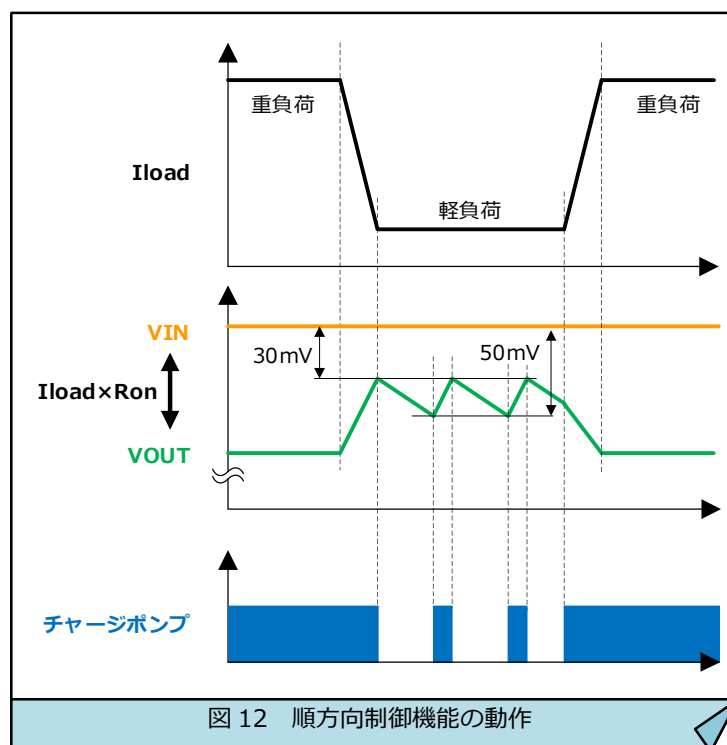

図 12 順方向制御機能の動作
MF2008SW には順方向制御機能があります。順方向制御機能は、VIN-OUT 間電圧を監視して、MOSFET の Gate を駆動して、順方向電圧が 30mV~50mV になるように制御します。重負荷の場合、MOSFET が十分にオンするように高い Gate 電圧を出力します。その際の VIN-OUT 間電圧は、 $R_{on} \times I_{load}$ になります。軽負荷の場合、順方向制御機能が動作して、その際の VIN-OUT 間電圧は 30mV~50mV になります。①VIN-OUT 間電圧が 30mV を小さくなると、Gate 昇圧が停止します。②Gate 昇圧が停止すると、Gate 電圧は放電し※、Gate 電圧が低下して R_{on} が高い状態になります。③VIN-OUT 間電圧が大きくなっていき、VIN-OUT 間電圧が 50mV の時、Gate 昇圧は再開します。④Gate 電圧が高くなると、 R_{on} が小さくなるので、VIN-OUT 間電圧も小さくなります。①~④を繰り返すことで軽負荷時の VIN-OUT 間電圧を 30mV~50mV に維持します（図 12 参照）。